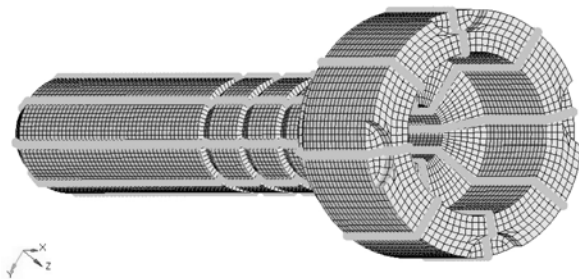

图 5-90 显示所有网格节点
- (1) 进入 tool>faces 面板。
- (2) 在 tolerance=输入 0.1。
- (3) 激活 elems 选择器, 在弹出菜单中选择 displayed。
- (4) 单击 preview quiv 按钮, 状态栏显示: “5240 nodes were found”, 所有网格节点如图 5-90 所示。